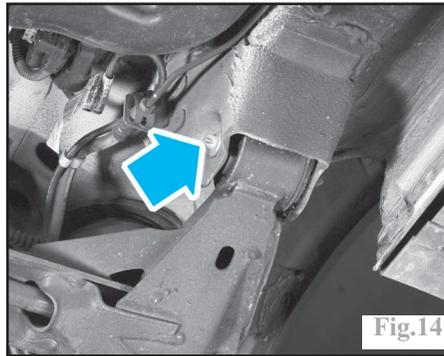

Fig.14
-les vis de fixations de l'essieu arrière (Fig.14)